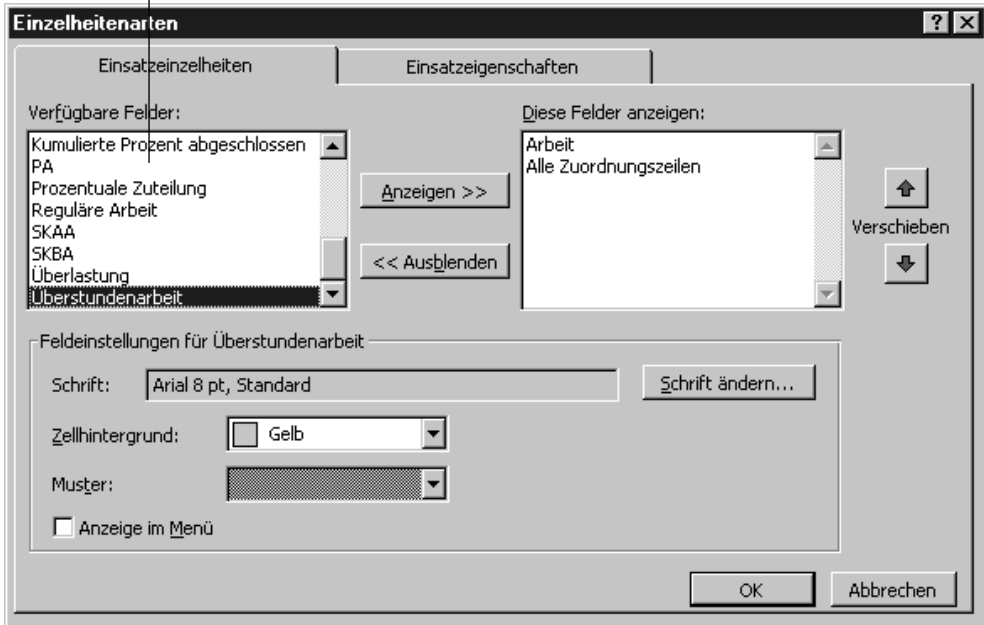

Abbildung 14.9:
1. Klicken Sie einen beliebigen Bereich im Gitter an und wählen Sie FORMAT, EINZELHEITENARTEN (oder klicken Sie doppelt auf einen beliebigen Arbeitstag im Gitter), um das Dialogfeld EINZELHEITENARTEN zu öffnen (siehe Abbildung 14.9).